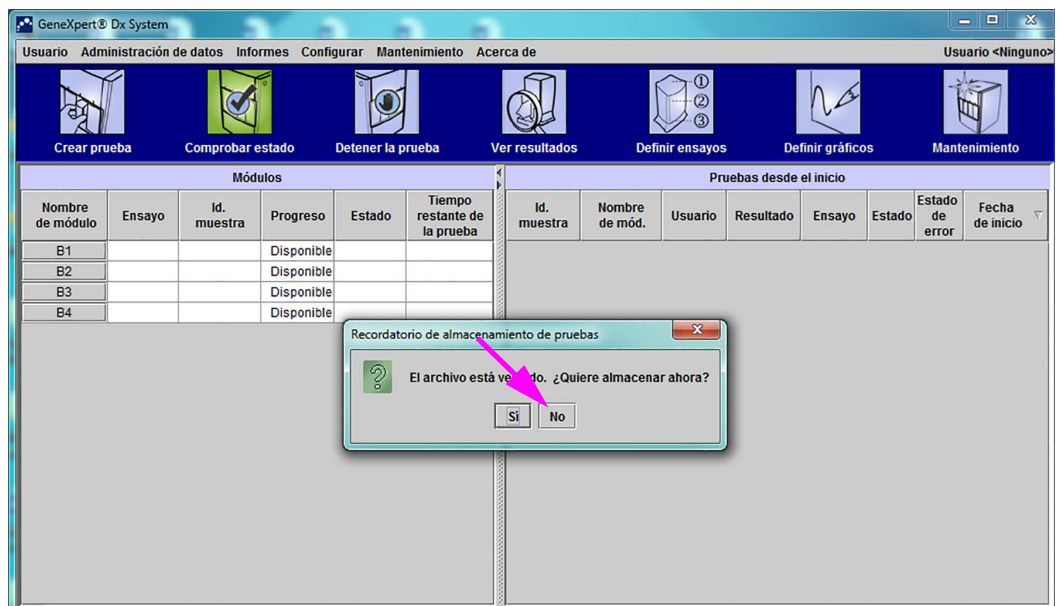
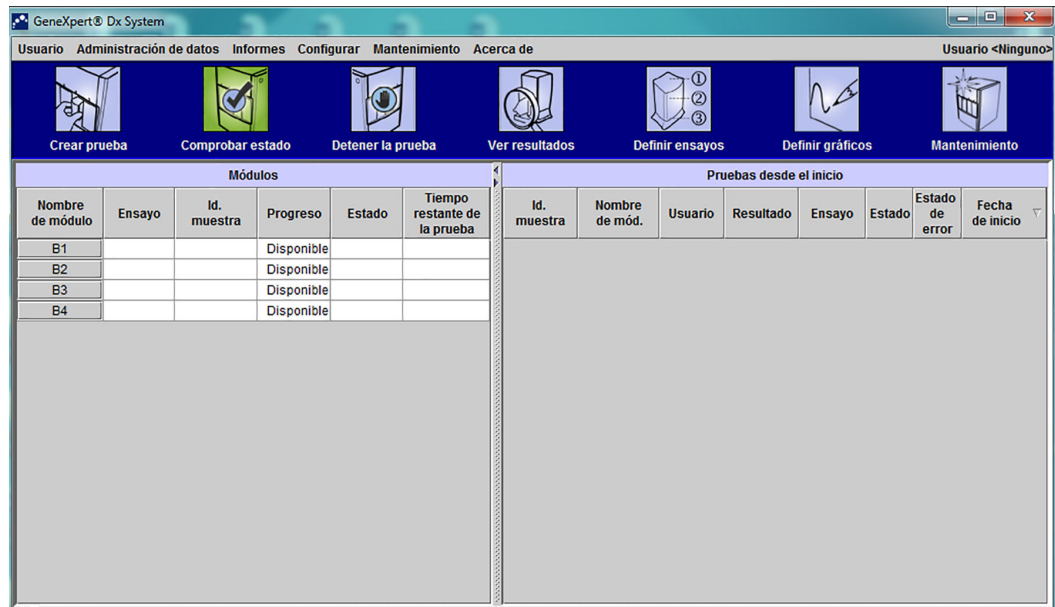

Figura 2-54. Ventana superpuesta del GeneXpert Dx System con cuadro de diálogo Recordatorio de archivado de pruebas
Figura 2-55. Ventana GeneXpert Dx System
3. En el cuadro de diálogo Recordatorio de archivado de pruebas, haga clic en **NO** para proceder (consulte la figura 2-54). Se mostrará la pantalla del GeneXpert Dx System (consulte la figura 2-55).
Antes de empezar a utilizar el software del sistema GeneXpert Dx, es necesario definir el administrador del sistema GeneXpert Dx y otros usuarios del sistema. Se puede acceder a todas las funciones del administrador desde el menú Configurar de la ventana GeneXpert Dx System. Consulte la figura 2-55.